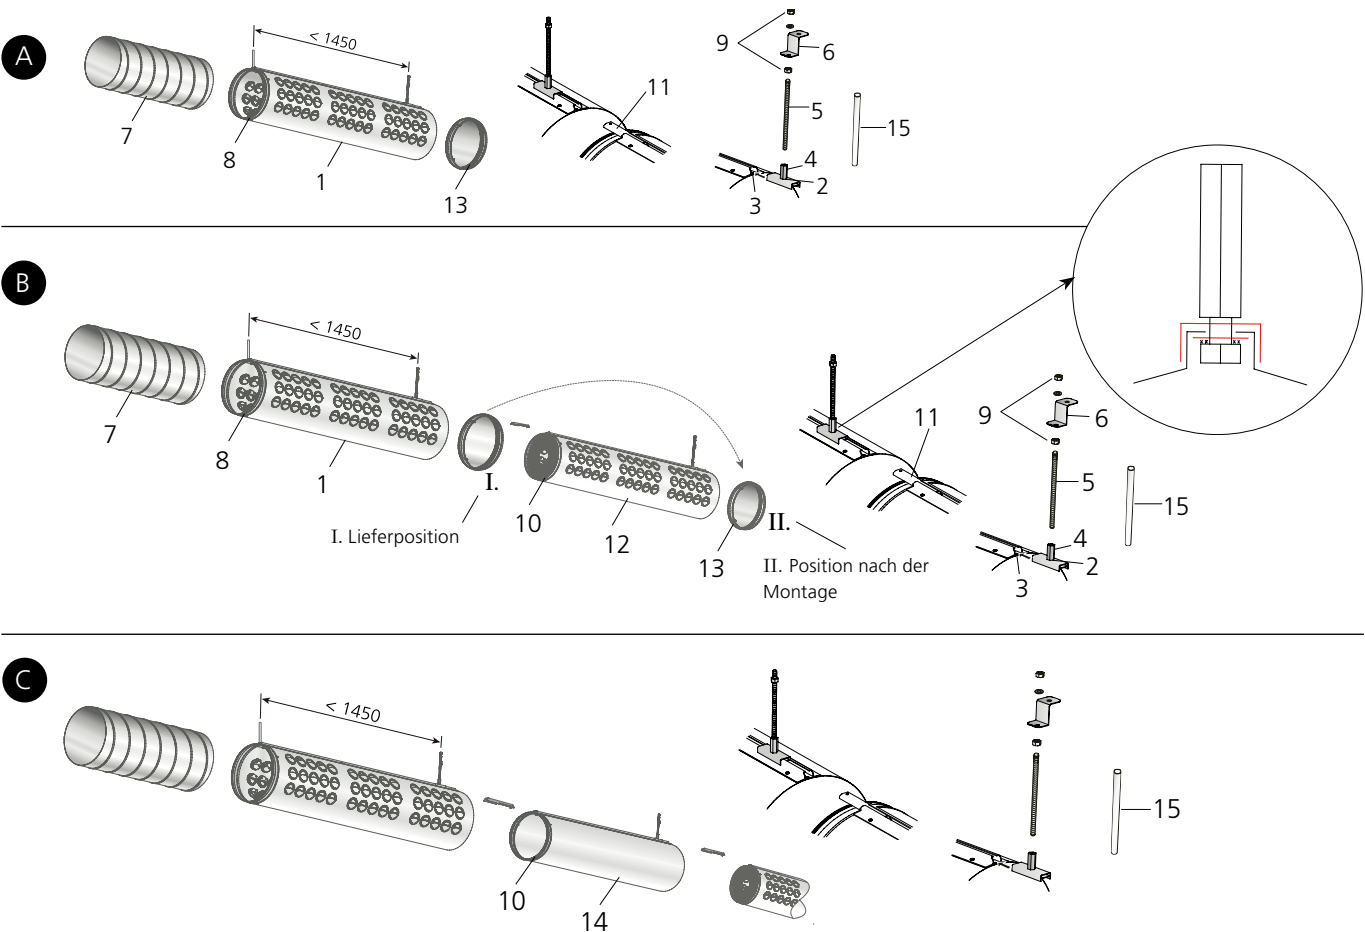

Abbildung 4. Montagealternativen A, B und C.
- Die Montage der inaktiven Kanalsektionen IBIS D (14) erfolgt auf die gleiche Weise wie die der Düsenkanalsektionen. Die beigelegten nippel (8) und Verteilungsnippel (10) sind zu verwenden.
- Der Abschlussdeckel (13) ist bei der Lieferung an der ersten Sektion montiert. Setzen Sie bei Lieferung von IBIS 3000 und IBIS 4500 den Abschlussdeckel auf die letzte Sektion um, Siehe Arbeitsschritt B in Abbildung 4.